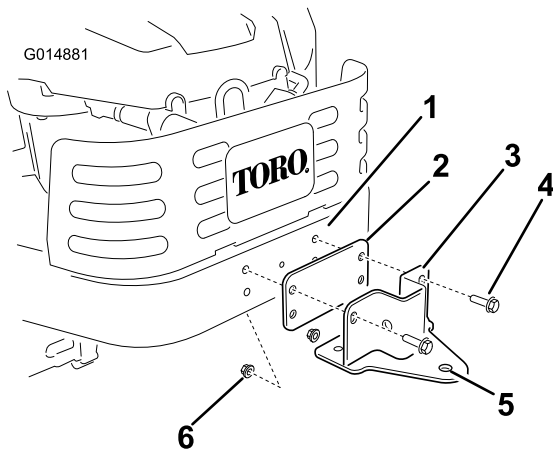

Figura 10
1. Localice la placa espaciadora del soporte del bastidor del ensacador entre las piezas sueltas. Instale la placa y el soporte en el bastidor de la máquina según se muestra en Figura 10. Sujete la placa y el soporte al bastidor usando dos pernos 1 pulgada) y dos contratuercas (5/16 pulgada).